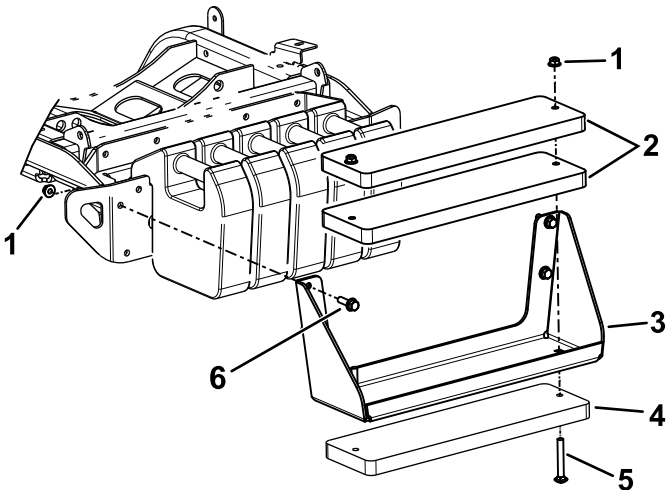

Figura 21
Nota: Consulte estos pasos en la Figura 21.
- A. Utilice los pernos (3/8" x 4") y las tuercas (3/8") para sujetar los 3 pesos al soporte (Figura 21).
- B. Utilice los pernos de cabeza hexagonal y las tuercas (incluidos en el kit) para sujetar el soporte de los pesos a la máquina (Figura 21).
- A. Retire el soporte de los pesos de la máquina (Figura 21).
- C. Utilice los pernos (3/8" x 4") y las tuercas (3/8") para sujetar los 3 pesos al soporte (Figura 21).
- D. Utilice las fijaciones que retiró anteriormente para sujetar el soporte de los pesos a la máquina (Figura 21).